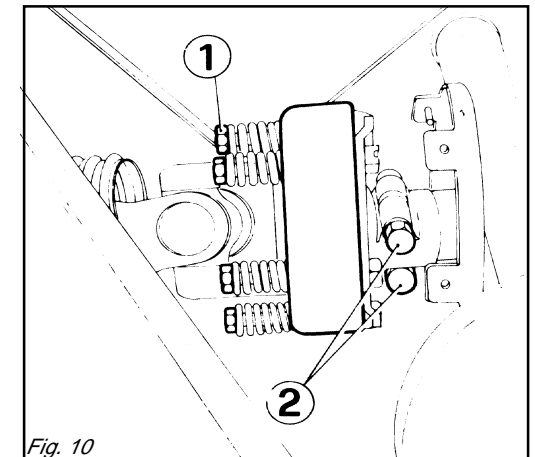

Fig. 10
3) Qualora l'albero cardanico fornito abbia il mozzo con bloccaggio a bulloni (2 Fig. 10), assicurarsi che questi siano serrati con forza.
3) *If the supplied cardan shaft has a bolt-locked hub (2 Fig. 10), check that these bolts are fully tightened.*
3) Sollte die mit dem Gerät gelieferte Gelenkwelle eine mit Schraubbolzen blockierte Nabe (2 Abb. 10) haben, sicherstellen, daß diese angezogen sind.
3) *Si le moyeu de l'arbre à cardans dispose d'un blocage par boulons (2 Fig. 10), assurez-vous que ces derniers sont bien serrés.*
3) Si el árbol cardánico tiene el cubo con bloqueo de bulones (2 Fig. 10), controlar que estos últimos estén bien ajustados.
La frizione è già pre-regolata per uno sforzo medio. Se slitta troppo facilmente (surriscaldandosi) è necessario avvitare uniformemente tutti i dadi (1 Fig. 10) che stringono le molle.
Se la frizione non slitta, svitare uniformemente tutti i dadi (1 Fig. 10) che fissano le molle. Svitare un giro alla volta e verificare la frizione dopo circa 300 metri di lavoro. Se necessario ripetere l'operazione, sempre svitando un giro alla volta. Se la frizione mantiene durante il lavoro una temperatura di circa 40-50 gradi circa significa che è regolata in modo corretto. **Non serrare mai a fondo i dadi, poiché in tal modo si elimina la funzione delle molle e dunque della frizione a danno degli organi di trasmissione.**
*The clutch is already pre-adjusted for average stress. If it slips too easily (and overheats), it will be necessary to evenly tighten all the nuts (1 Fig. 10) that retain the springs.*
*If the clutch does not slip, evenly unscrew all the spring fixing nuts (1 Fig. 10). Unscrew one turn at a time and check the clutch after having worked about 300 meters. Repeat the operation if necessary, remembering to unscrew one turn at a time. If the clutch maintains a temperature of about 40-50 degrees during work, this means that it has been correctly regulated.*
Die Gelenkwelle kann mit einer Sicherheitskupplung ausgerüstet werden, um die Getriebeteile des Gerätes vor Überlastungen und/oder Beanspruchungen zu schützen. Die Gelenkwelle darf keine Neigung über 10 Grad aufweisen (Abb. 3). Die Kupplung ist auf eine mittlere Beanspruchung voreingestellt. Wenn die Kupplung zu schnell schlupft (Überhitzung), muß man alle Muttern (1 Abb. 10), die die Federn spannen, noch weiter anziehen.
Wenn die Kupplung nicht schlupft, alle Muttern (1 Abb. 10), die die Federn spannen, gleich-mäßig lockern. Alle Muttern um eine Umdrehung losschrauben und die Kupplung nach 300 Metern Fahrstrecke prüfen. Den Vorgang falls erforderlich wiederholen, jeweils eine Umdrehung pro Versuch. Wenn die Kupplung während der Arbeit eine Temperatur von circa 40-50°C beibehält, ist sie richtig eingestellt. **Die Muttern nie ganz festziehen, weil dabei die Wirkung die Feder und damit der Kupplung aufgehoben würde, was sich schädlich auf die Getriebeteile auswirken würde.**
*L'arbre à cardans peut être équipé d'embrayage de sécurité pour protéger les organes de transmission de la machine en cas d'efforts ou de surcharges excessives. L'inclinaison du cardan de doit pas dépasser 10 degrés (Fig. 3). L'embrayage est déjà réglé pour un effort moyen. Lorsqu'il patine facilement (en se surchauffant) il faut visser de manière uniforme tous les écrous (1 Fig. 10) de serrage des ressorts.*
*Si l'embrayage ne patine pas, dévissez de manière uniforme tous les écrous (1 Fig. 10) de fixation des ressorts. Dévissez d'un tour à la fois et vérifiez l'embrayage après environ 300 mètres de travail. Si nécessaire, répétez l'opération en dévissant toujours d'un tour à la fois. Quand l'embrayage maintient une température d'environ 40-50 degrés pendant le travail, cela signifie qu'il est réglé correctement. **Ne serrez jamais à fond les écrous car cela annule la fonction des ressorts et donc de l'embrayage au détriment des organes de transmission.***
El embrague está ya pre-regulado para un esfuerzo medio. Si patina muy fácilmente (recalentándose) es necesario ajustar uniformemente todas las tuercas (1 Fig. 10) que apretan en el resorte.
Si el embrague no patina, aflojar uniformemente todas las tuercas (1 Fig. 10) que fijan el resorte. Aflojar una vuelta a la vez y controlar el embrague luego de 300 metros de trabajo. Si es necesario repetir la operación siempre aflojando un giro a la vez. Si el embrague mantiene durante el trabajo una temperatura de 40-50 grados significa que está regulado en modo correcto. **No ajustar jamás a fondo las tuercas, ya que así se inutiliza el resorte y la fricción dañando los órganos de transmisión.**